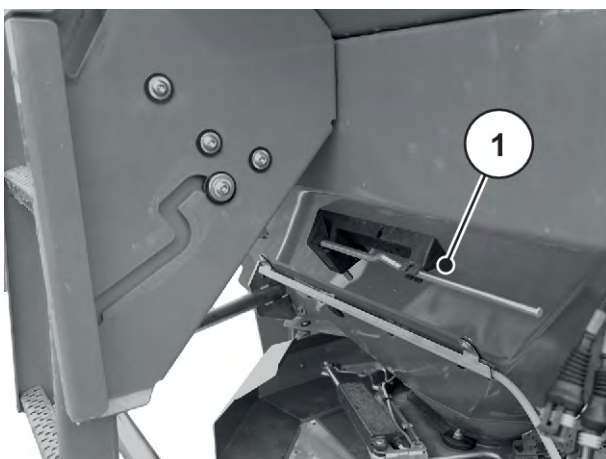

Abb. 37: Lage des Einstellhebels AXIS xx.2
- ▶ Einstellhebel wieder in die dafür vorgesehene Halterung ablegen. Siehe *Abb. 37 Lage des Einstellhebels AXIS xx.2*